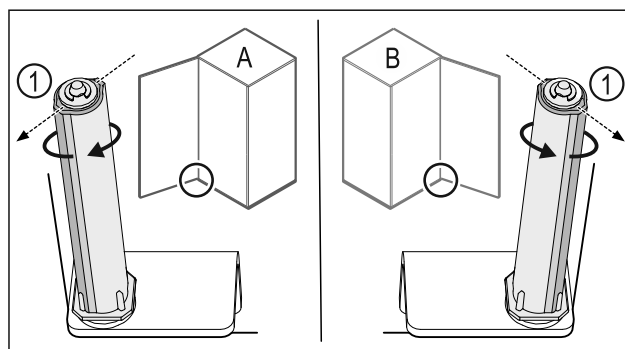

Fig. 45 Battuta di arresto sinistra (A) / battuta di arresto destra (B)
- Ruotare il sistema di chiusura in opposizione alla resistenza, fino a quando la staffa del sistema di chiusura Fig. 45 (1) non punta verso l'esterno.